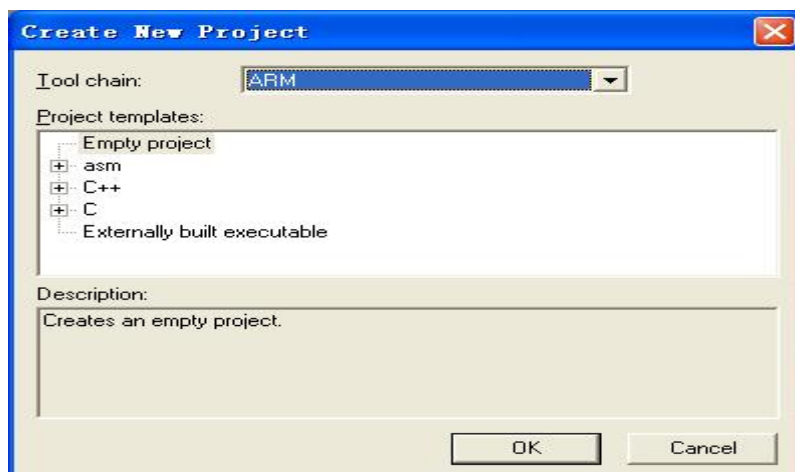

图 3.3 生成新项目窗口
1. 选择主菜单 Project > Create New Project, 弹出生成新项目窗口。EWARM 提供几种应用程序和库程序的项目模板。如果选择Empty project, 表示采用默认的项目选项设置, 为一个空工程。在本例中我们选择Empty project, 如图 3.3 所示。